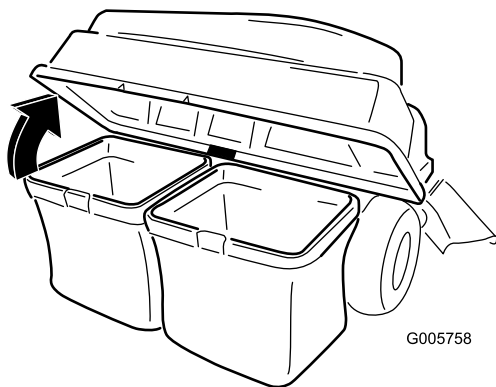

Figura 22
3. Abra (levante) la tapa del ensacador (Figura 22).